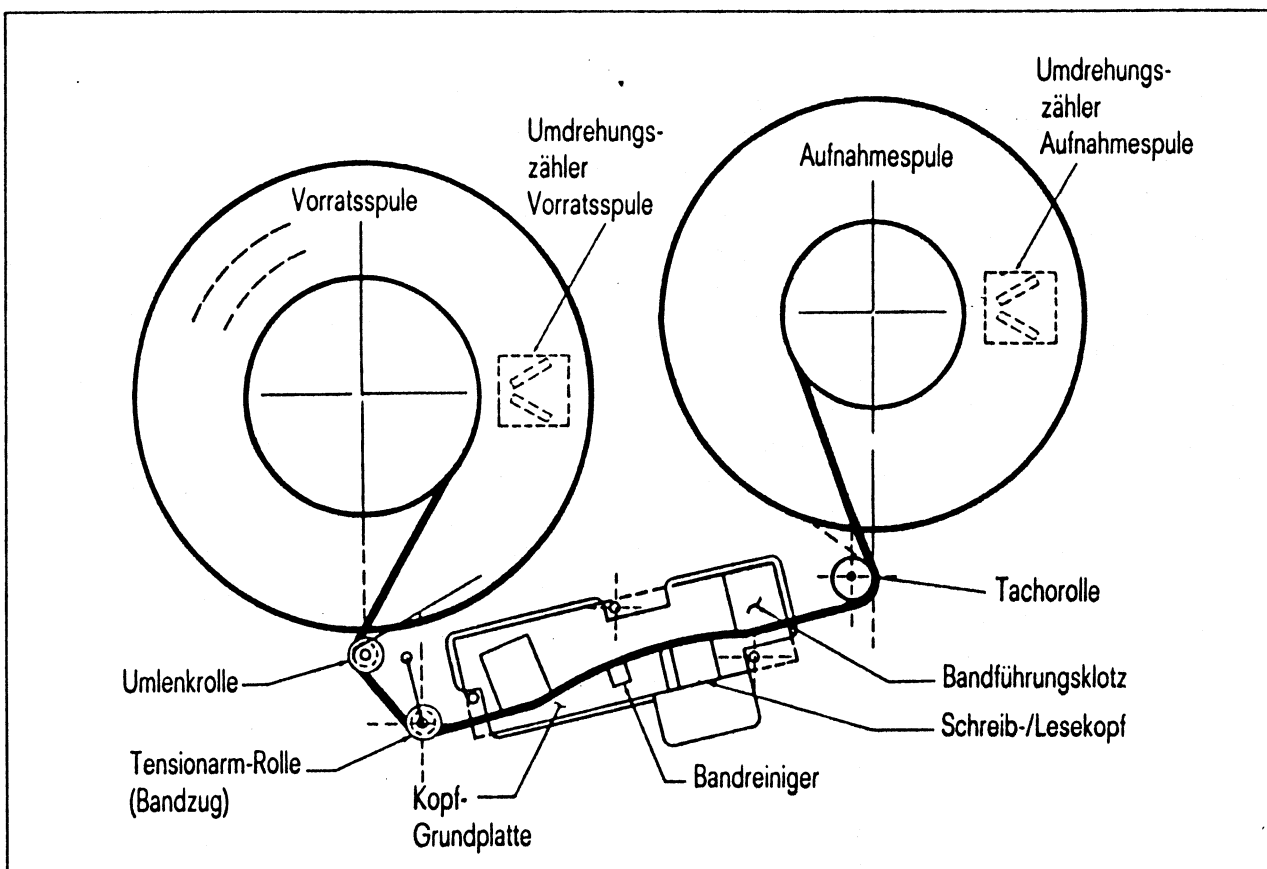

Bild 2-5 Bandtransportweg
Die Saphire des Bandreinigers (siehe Bild 2-5) sind sehr scharf. Berühren Sie sie nie mit bloßen Fingern. Es besteht Verletzungsgefahr!
1. Überprüfen Sie, ob der Bandvorspann knitter- und faltenfrei ist. Ist dies nicht der Fall, beschneiden Sie das Bandende mit einem Magnetbandkrimper (siehe oben (4)).
4. Legen Sie eine Magnetbandspule von vorne horizontal so in das Laufwerk ein, daß die Aussparung für den Schreibring nach unten zeigt. Von oben betrachtet, würde sich dann das Band abwickeln, wenn die Spule im Uhrzeigersinn gedreht wird (vgl. Bild 2-5).